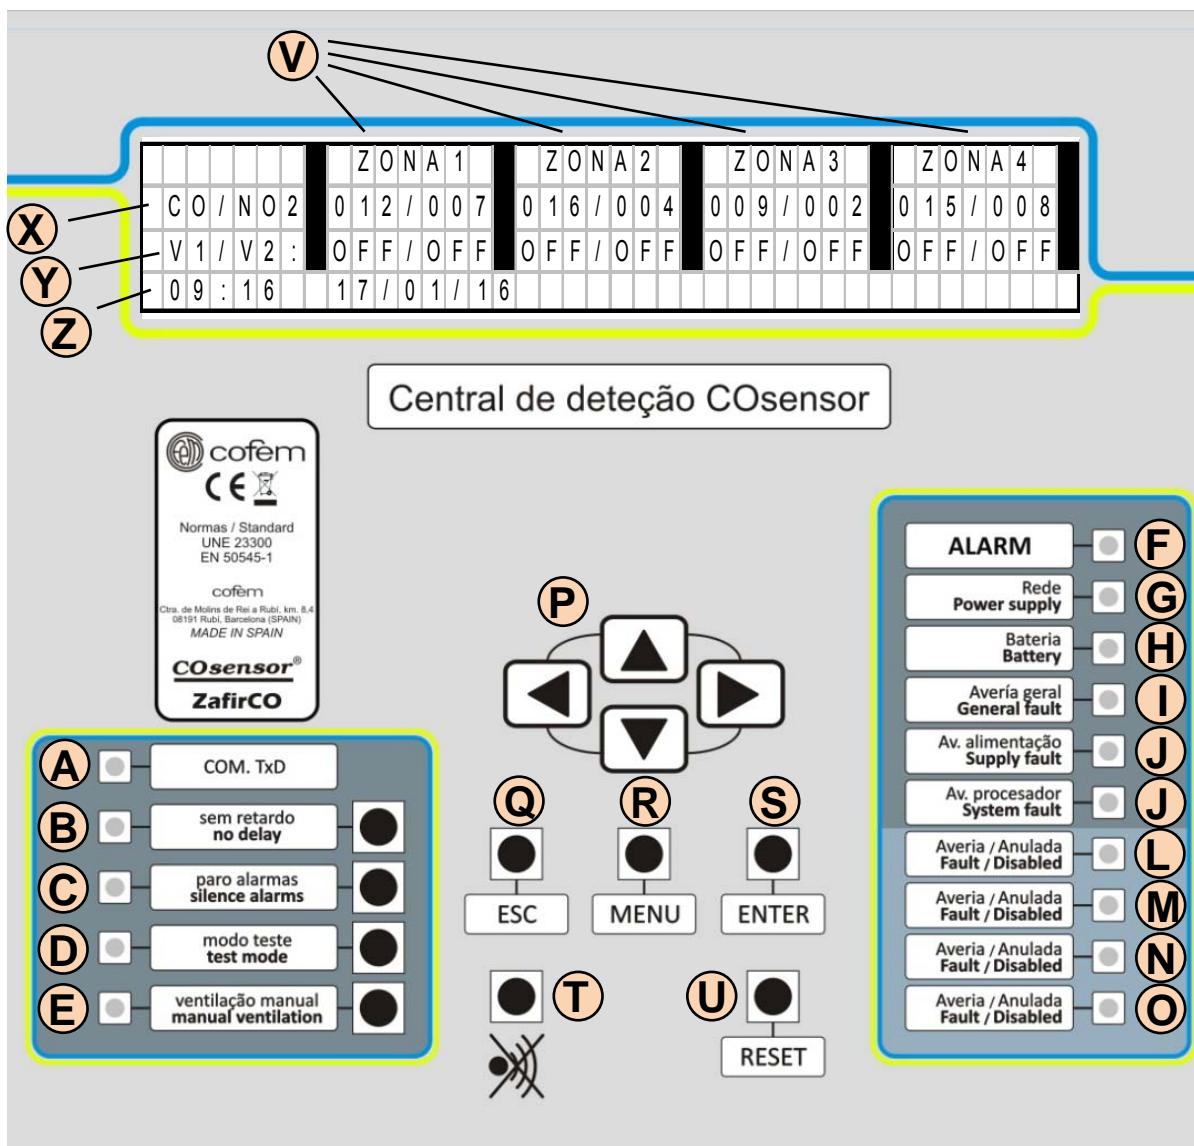

Figura 10: Painel de controle da central
9. A central deve quedar em estado de trabalho com o led de rede ligado (letra G na figura 10).
Se há uma alarme, a central vai ativar o led vermelho de ALARME (F na figura 10) e o besouro vai soar.
No caso das avarias de alimentação, o led âmbar de AVARIA GERAL e AVARIA ALIMENTAÇÃO vai ser ligado (I e J na figura 10), o besouro vai soar e a seguinte mensagem vai ser mostrada.